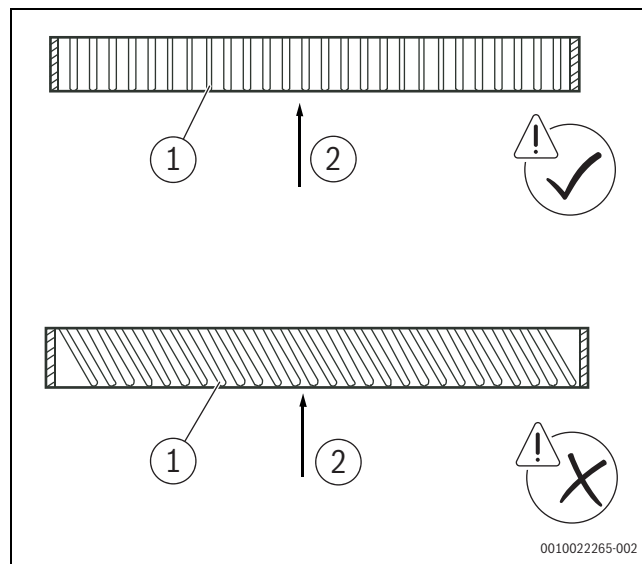

Fig. 7
- Vérifier que les grilles d'entrée d'air sont positionnées de manière à être parallèles au sens de l'entrée d'air. La grille d'entrée d'air ne doit pas former un angle par rapport au sens de l'entrée d'air, sinon le niveau de bruit augmenterait (→ figure 7).